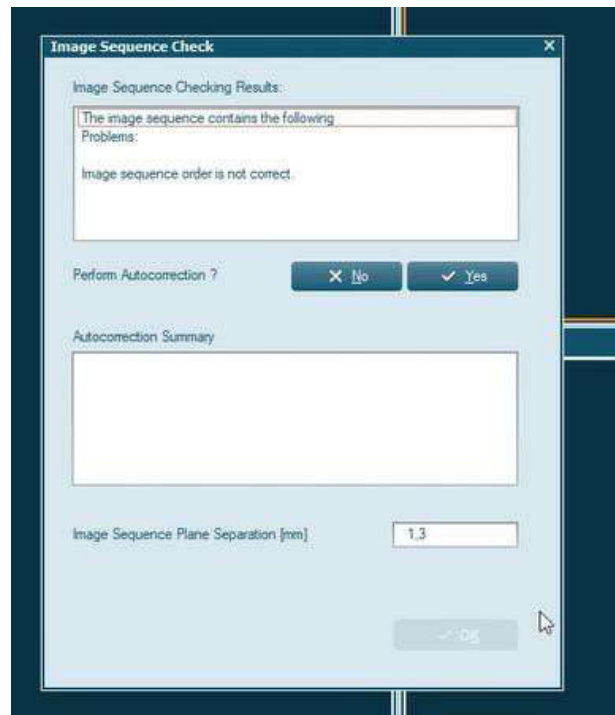

Figura 1 Finestra Controllo sequenza di immagini
In questi casi, quando gli utenti importano immagini CT in HDRPlus 3.x e SagiPlan, viene eseguito un *controllo* automatico della *sequenza di immagini* dopo il caricamento di nuove immagini. I risultati vengono visualizzati nella finestra *Controllo sequenza di immagini* (fare riferimento alla Figura 1).
3. Se l'*unità di misura della lunghezza* è impostata su millimetri, l'utente deve esaminare attentamente e, se necessario, modificare il valore di separazione dei piani della sequenza di immagini durante l'importazione quando si lavora con spessori di fetta che hanno due cifre decimali, come mostrato nella Figura 1. Gli utenti devono considerare che questo approccio non è intrinsecamente sicuro, pertanto la soluzione 1 o 2 è altamente raccomandata.